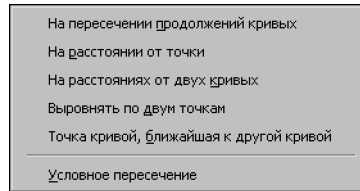

Рис. 16.3. Меню Геометрического калькулятора при задании точки
2. Вызовите контекстное меню в поле координат центра эллипса. Это меню содержит команды геометрического калькулятора для задания положения точки (рис. 16.3).
При задании координат во время построения объекта (например, при указании начальной и конечной точек отрезка) команды Геометрического калькулятора для построения точки (рис. 16.3 на с. 100) можно вызвать не только из контекстного меню полей координат этой точки, но и из контекстного меню окна документа.